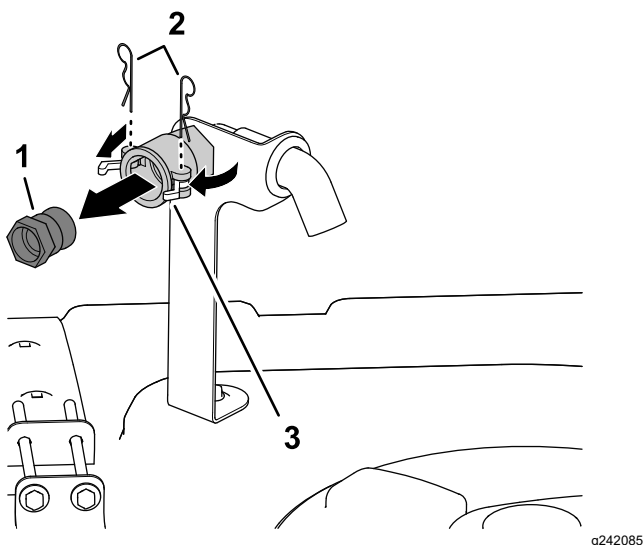

Figura 3
1. În partea din față, în partea dreaptă a capacului rezervorului, îndepărtați cele două tifturi în formă de agrafă care fixează clicheii pentru cuplajul cu deconectare rapidă pentru elementul de umplere anti-sifon (Figura 3).
2. Rotii elementele de fixare pentru a deschide fittingul cu deconectare rapidă din cuplajul cu deconectare rapidă (Figura 3).
3. Îndepărtați fittingul cu deconectare rapidă din cuplajul cu deconectare rapidă (Figura 3).
4. Închideți elementele de fixare i instalați tifturile în formă de agrafă în flanele cuplajului cu deconectare rapidă (Figura 3).